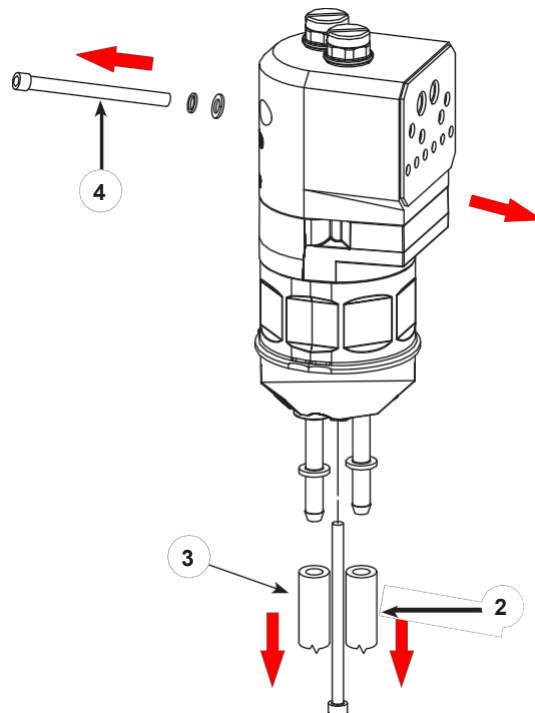
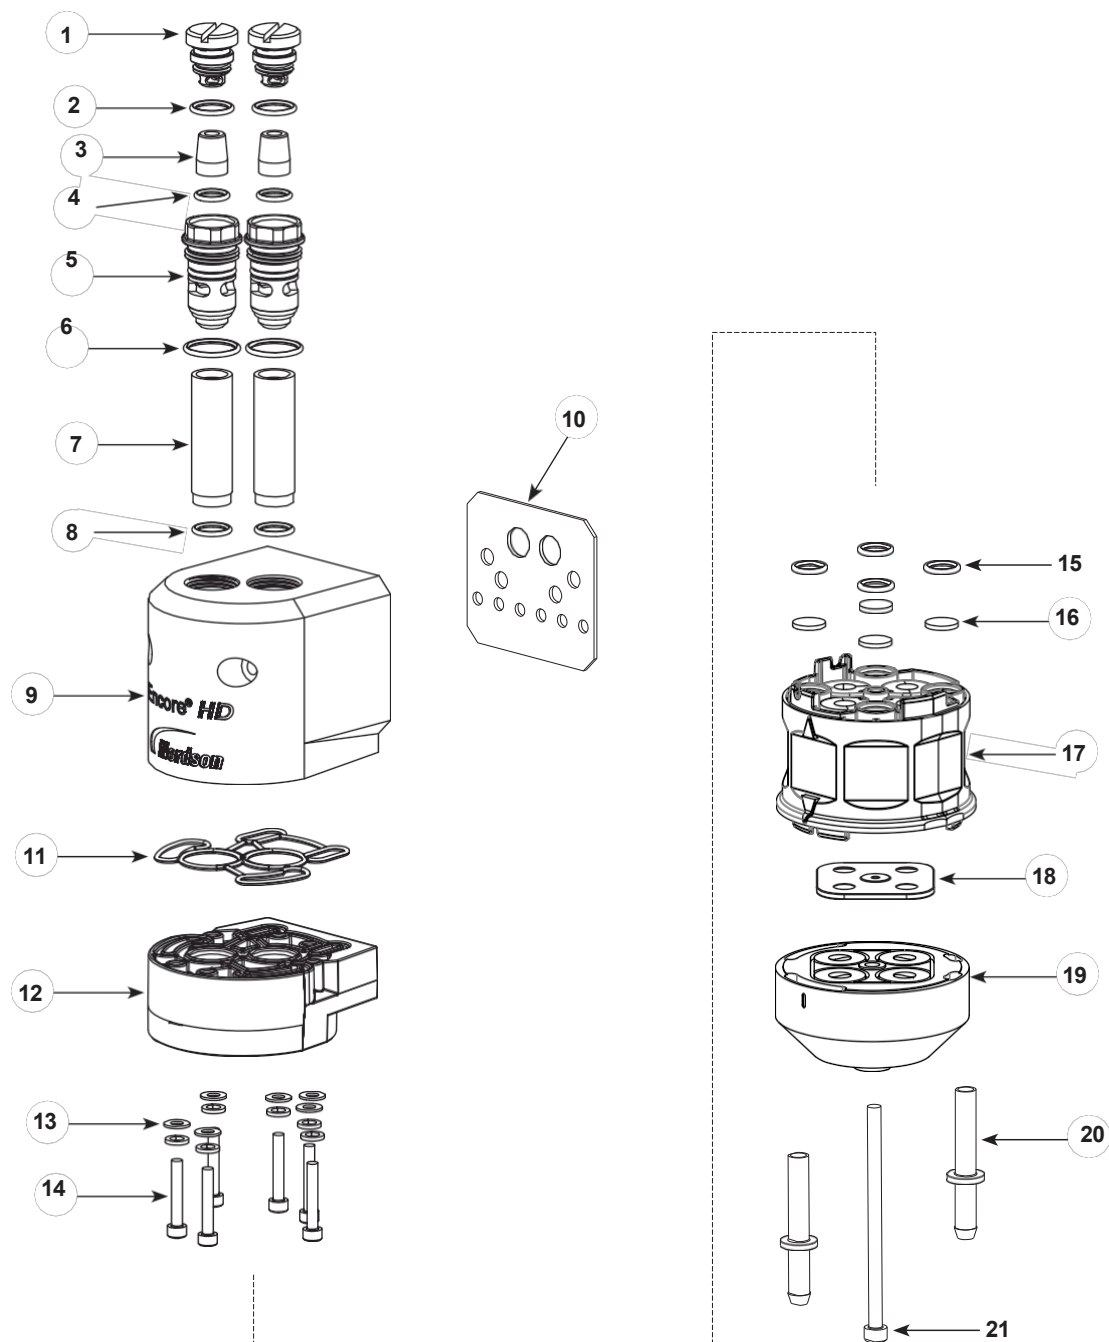

Figura 20 Pregătirea pentru dezasamblare a pompei standard
Figura 21 Demontarea pompei (Encore HD prezentat)
NOTĂ: De fiecare dată când pompa este dezasamblată, trebuie înlocuită garnitura blocului Y (elementul 19 din figura 20).
2. A se vedea figura 20. Deconectați tuburile de admisie (2) și de evacuare a pulberii (3) din partea inferioară a pompei.
3. Îndepărtați feronerie de montare a dulapului care fixează pompa de panoul pompei (4) și mutați pompa pe o suprafață de lucru curată.
4. A se vedea figura 21. Începând cu tuburile de fluidizare, dezasamblați pompa după cum se arată. Garniturile care sunt lipite nu trebuie îndepărtate decât dacă sunt deteriorate. Consultați secțiunea *Înlocuirea garniturii pompei* din secțiunea *Reparații* dacă este necesară înlocuirea acestora.